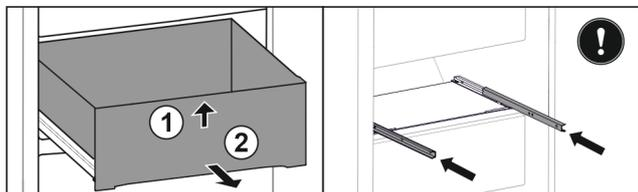

Fig. 113
- ▶ 抬起抽屉前部。 Fig. 113 (1)
- ▶ 朝前取出抽屉。 Fig. 113 (2)